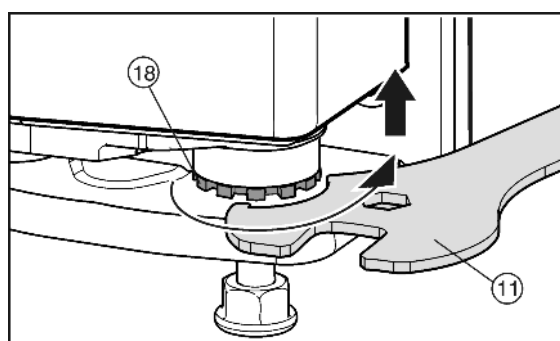

Fig. 13
- ▶ Per sollevare la porta svitare il perno di supporto Fig. 13 (18) con la chiave fissa Fig. 13 (11) in dotazione ruotando verso destra. Allo stato della consegna il perno di supporto è completamente avvitato.